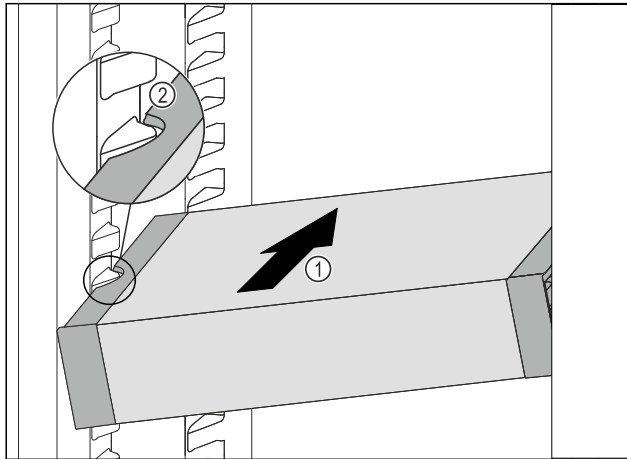

Fig. 96
- VarioSafe schräg in das Kühlteil einschieben Fig. 96 (1), bis sich die seitlichen Aussparungen Fig. 96 (2) des VarioSafes auf Höhe der Behälterrippe im Kühlteil befinden.